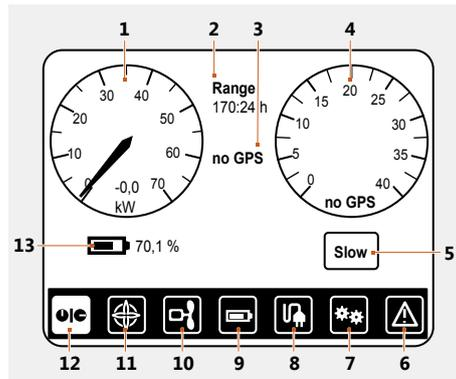

Abb. 7: Hauptbildschirm
- Bei längerer Einlagerung kontrollieren Sie den Ladestand der Hochvolt-Batterien einmal pro Monat, indem Sie den Ladestand auf dem Hauptbildschirm (**Abb. 7**) ablesen. Der Wert muss > 20% betragen.